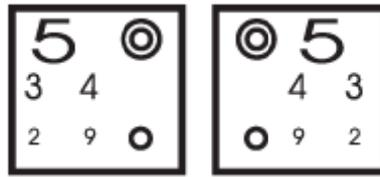

Abb.40
(1) Verwenden Sie die rote und grüne Tabelle, um den genauen Wert der sphärischen Linse zu bestimmen (siehe Abb. 40). Fragen Sie den Patienten, welche am deutlichsten zu sehen ist, rote oder grüne Tafel. Wenn die grüne besser zu sehen ist, bedeutet dies, dass die Myopie erhöht ist